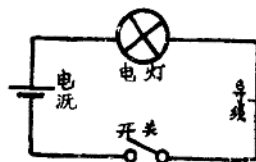

图 1-7 完全电路
3. 电源与负载间的联接部分：联接部分中除不可缺少的联接导线外，还常接有开关及熔断器等。联接部分用来输送、分配或控制电能。如图 1-7 所示的便是一个简单完全电路的例子。